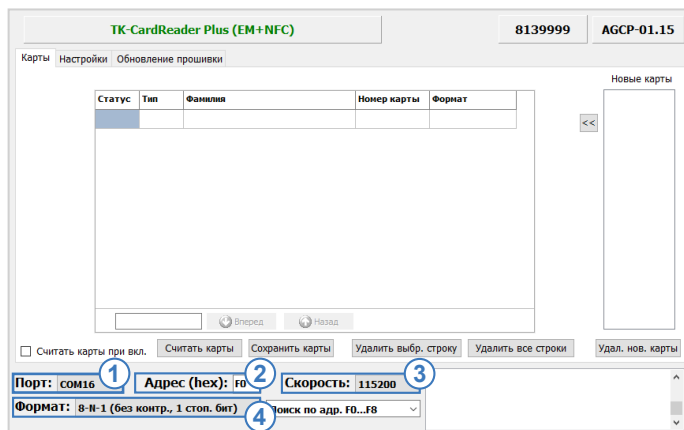

Рис.16. Подключение по известному адресу
- в конфигураторе выбрать СОМ-порт к которому подключается программатор «TKLS-Prog-RS485» (Рис.16, п.1). Посмотреть порт устройства можно в Диспетчере устройств системы, подключив предварительно программатор;
- настроить формат передачи, заданный в считывателе (Рис.16, п.4). По умолчанию – 8-N-1;
- выбрать скорость передачи, заданный в считывателе (Рис.16, п.3). По умолчанию – 19200;
- в поле «Адрес (hex)» указать адрес считывателя, к которому необходимо подключиться (Рис.16, п.2);